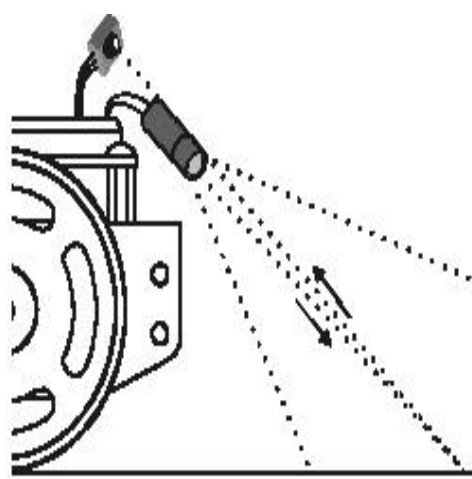

图6-8 红外探测器朝下扫描条纹带
- 调节IR LED/探测器的位置向下和向外，如图6-8所示